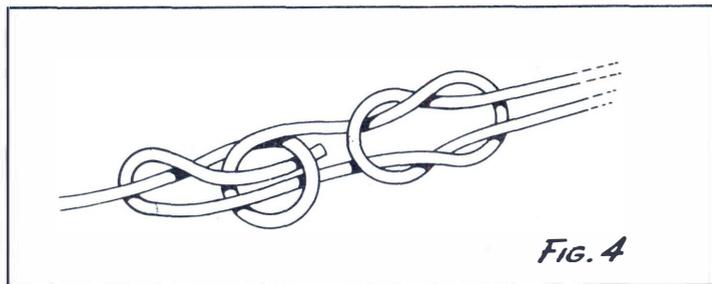

FIG. 4
dando così luogo a perdite assai inferiori a quelle che interverrebbero se l'antenna e la induttanza fossero due organi separati, il segnare da rivelare e successivamente da amplificare viene prelevato da una delle spire intermedie della antenna stessa, invece che da uno dei suoi estremi: in questa maniera, si raggiunge alla perfezione la condizione richiesta da tutti i transistor fatti funzionare quali amplificatori del tipo ad emettitore comune, ossia quella che la loro entrata sia adattata su di una impedenza di valore relativamente basso, dai 600 ai 1000 ohm. Se infatti il segnale fosse prelevato da uno degli estremi dell'avvolgimento, l'impedenza presentata dal circuito sarebbe assai dissimile da quella richiesta dal transistor per funzionare con il massimo guadagno. Il transistor usato è il 2N107, della General Electric, sebbene, con potenza di uscita alquanto inferiore, anche il transistor della Raytheon CK 722 potrebbe essere usato. Lo schema elettrico da adottare è quello che figura nel circuito A n. 3; nel caso però che qualcuno dei lettori voglia usare con l'apparecchio in questione un auricolare a cuffia piezoelettrica, come sono quelli per apparecchi acustici, di minime dimensioni, lo schema che dovrà essere adottato è quello di fig. 3B. In fig. 4 sono illustrati i dettagli costruttivi relativi alla cassetta dell'apparecchio; la si può realizzare in masonite dura, come è stato fatto nel prototipo, oppure in compensato; fare ad ogni modo il minimo uso di parti metalliche, che potrebbero fungere da schermo, ostacolando la captazione delle radioonde da parte dell'antenna
La fig. 4 non ha bisogno di molte delucidazioni. Si tratta di
Fig. 4 - *Prataiolo*. — Questo fungo si presenta con tante varietà di colorazioni del cappello che forse sarebbe necessario illustrarlo in ciascuna delle varie specie, ma in fine tutte le specie di esso possono essere ricondotte a quella raffigurata. Esso è comune di estate e di autunno nei campi e nei prati, come pure in luoghi incolti ed al margine dei boschi. Cresce in gruppi di tre o quattro esemplari poco distanti uno dall'altro. Il suo cappello è pianoconvesso, del diametro di 5-15 cm., biancastro o nocciola chiaro, coperto sovente da squamette fiocose, grige od anche marroni e brunastre.
Cominciate anche questa volta partendo da quattro fili lunghi circa 100 mm., per lo scheletro (A, di fig. 4). Prendete poi un filo della lunghezza di cm. 50 e fate con esso 10 giri intorno allo scheletro, partendo da un punto che si trovi a circa 3,5 cm. dalla estremità posteriore, e procedendo in avanti (B). Lasciate per il momento libero il filo che sinora avrete avvolto e passate a piegare nella maniera indicata nel dettaglio C due dei fili dello scheletro alla estremità anteriore della figurina: tali fini rappresenteranno le zampe anteriori.
Avvolgete il filo con cui avete avvolto il corpo e che momentaneamente avevate lasciato libero, anche attorno di due restanti fili dello scheletro, per formare il collo, con quattro giri (dettaglio D), indi prendete i due estremi dei fili che compongono lo scheletro che sporgono alla estremità inferiore, fate fare a ciascuno di essi un giro intorno ad uno spillo, indi ponetene nuovamente le estremità in direzione verso la parte anteriore della figurina; avrete così realizzato le orecchie dell'animale, come indicato nel dettaglio B di fig. 4 (se vi interessasse realizzare un animale a ventate orecchie grandi, potrete modellare altrimenti, in maniera da dar loro dimensioni e forma voluta; soltanto, nel caso che le orecchie dovessero essere piuttosto grandi, dovrete tenere con-
to di questo particolare all'inizio, quando preparerete i quattro fili per lo scheletro della figurina, che dovrete quindi prevedere più lunghi). Ultimata la modellatura delle orecchie, riprendete ad avvolgere col filo con cui avevate avvolti il corpo e successivamente il collo della figurina; avvolgete con esso altri tre giri, per modellare il muso e quindi tagliate via la parte rimanente, sia di questo filo che del filo dello scheletro, dettaglio F, fig. 4.